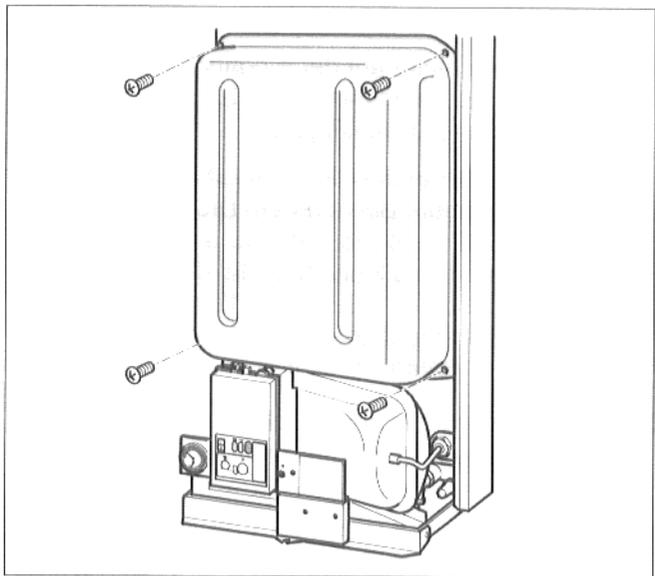

Abb. 40 Abdeckung abnehmen
- Abdeckung abnehmen (Abb. 40).